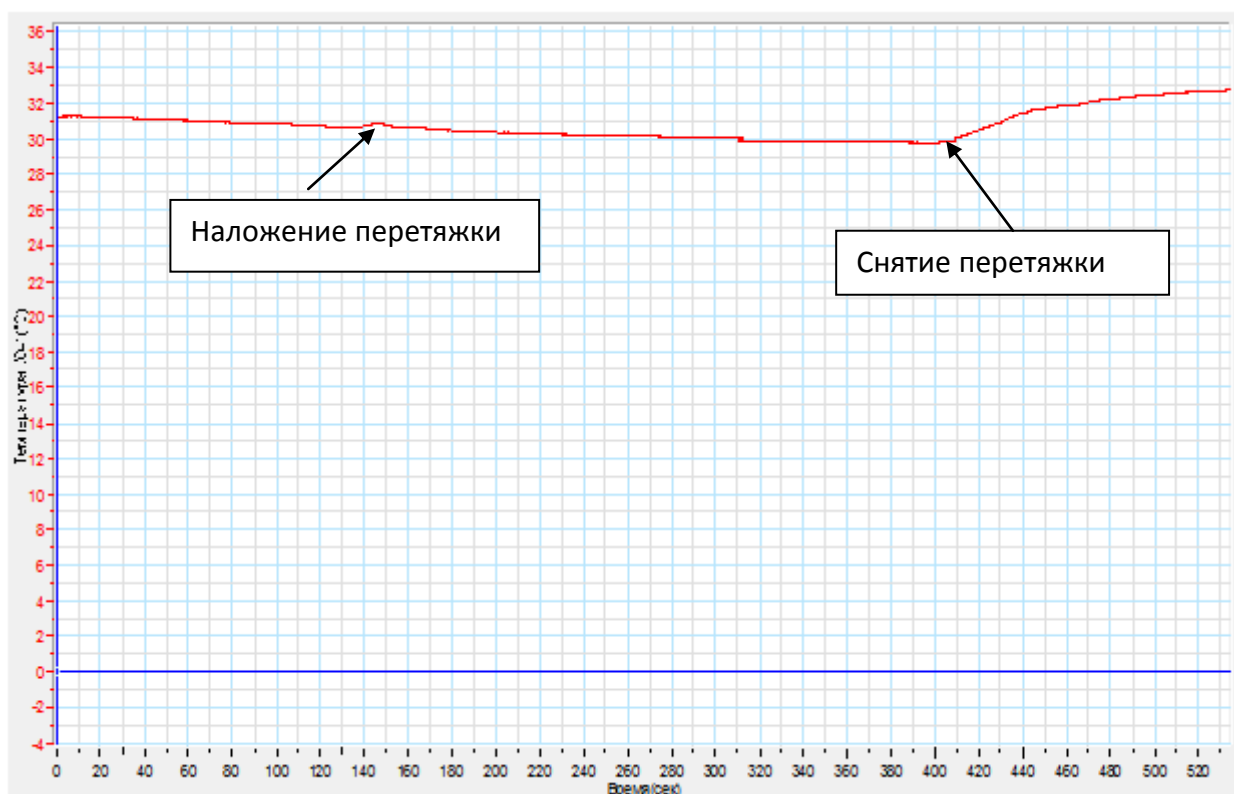

Рис. 9 Наложение и снятие перетяжки
2. Отметьте на графике моменты наложения и снятия перетяжки (рис. 9).